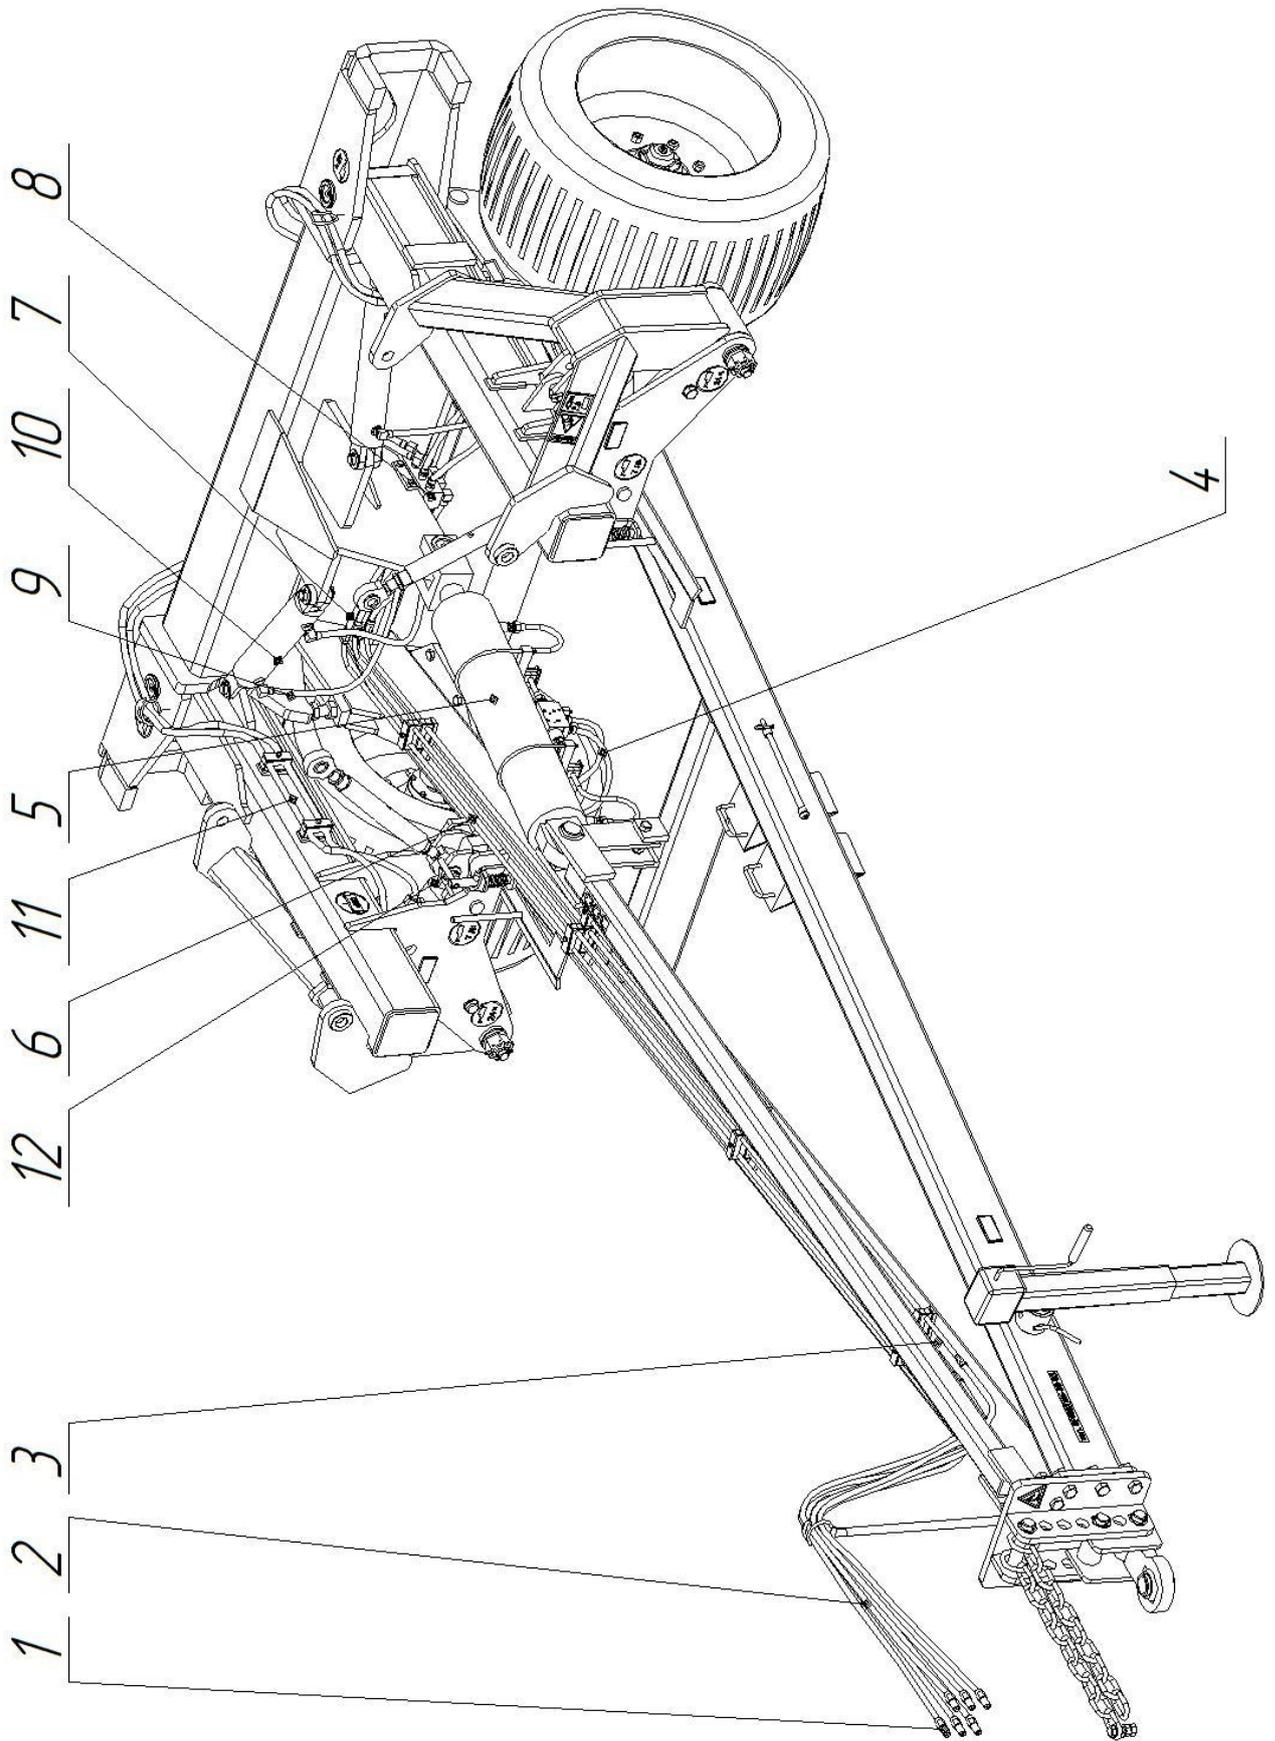

Рисунок 5 – Гидрооборудование
## 2.4 Устройство и работа гидросистемы (рисунок 5).
3.3.2 С помощью разрывных муфт 1 (рисунок 5) соединить гидросистему трактора с гидросистемой СНК. Прокачать гидросистему.